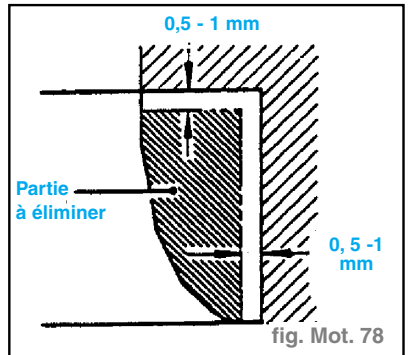

fig. Mot. 78
- Pour pouvoir enlever l'ancien siège rapporté, commencer par l'amincir par l'intérieur et extraire le siège. (fig. Mot. 78)